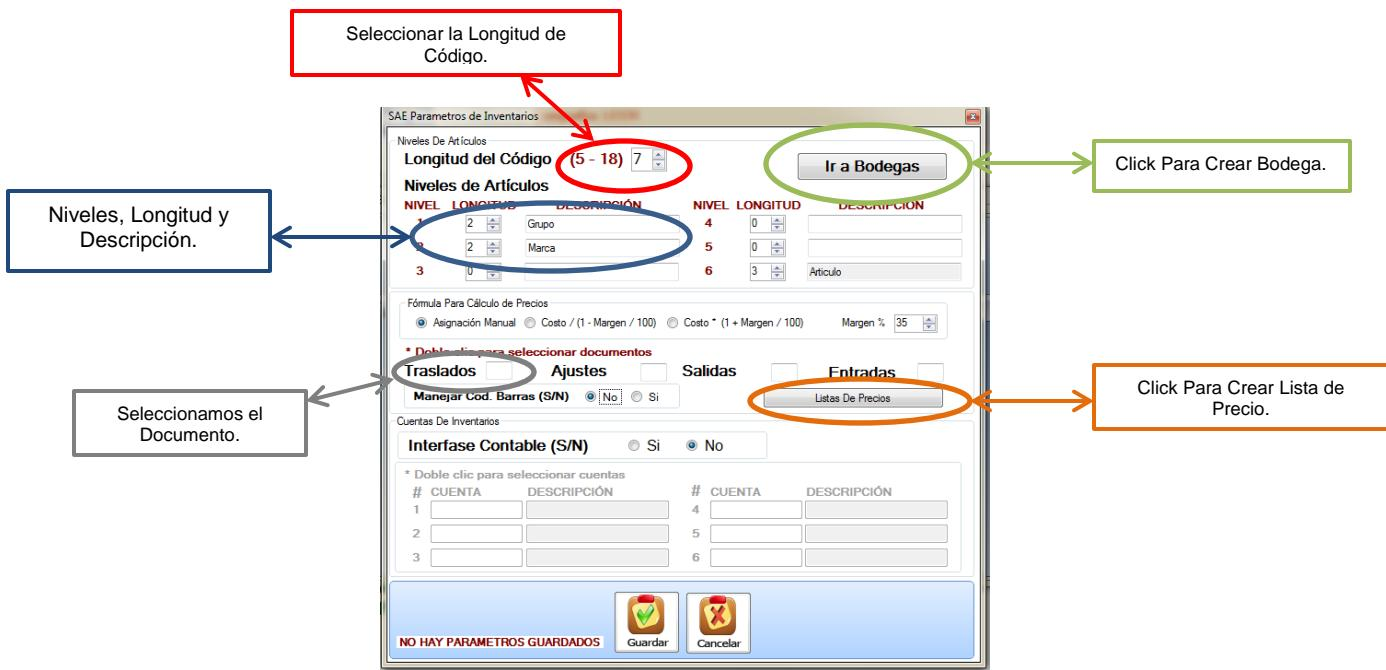

Figura 101. Parámetros de Inventario.
En esta ocasión tomaremos una longitud de siete (7) dígitos donde se definirán en los niveles del código del artículo, en el primer nivel tomamos dos que es el grupo, en el segundo nivel tomamos dos más para la marca del producto y en el último nivel se toman dos más que es el que define el nombre del artículo, como se define a continuación en la figura 101.
El usuario solo debe dar doble click en el cuadro de texto que aparece en cada opción como se aprecia en la figura 101.
Para crear bodega el administrador del sistema solo debe clickear en el botón ir a bodegas como se ve en la figura 101, al momento de dar click en ir a bodega el sistema presenta una ventana donde aparece un listado de los nombres de las diferentes bodegas existentes.